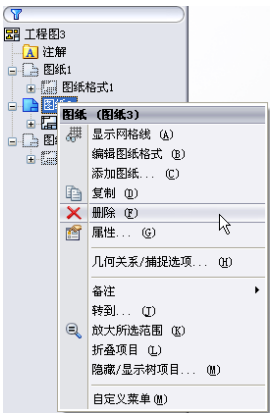
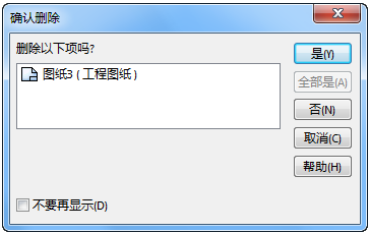

图 8-22 系统快捷菜单
图 8-23 “确认删除”对话框
4. 删除图样。在工程图中，如果有不需要的图样文件，可以把该图样删除。在特征管理器中，右键单击需要删除的图样图标，在系统弹出的快捷菜单中选择“删除”选项，如图 8-22 所示。系统弹出如图 8-23 所示的“确认删除”对话框，单击其中的“是”按钮即可将该图样删除。